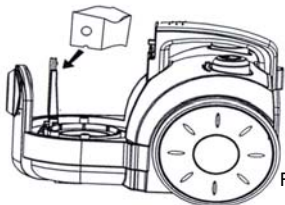

Figure 15
4. Retirez le sac à poussière HEPA du porte sac. (Fig. 15)